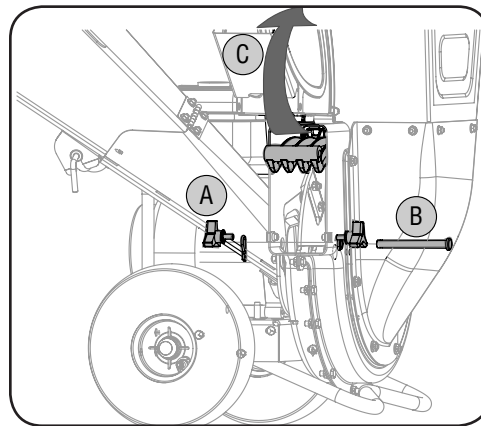

Figura 5-1
2. Si está instalada, retire la bolsa de residuos. Saque las dos perillas mariposa de ambos lados del deflector del canal y gírelo hacia arriba. Vea A en Figura 5-1.
3. Saque el broche de horquilla del pasador de horquilla que se extiende a través de la caja del motor y de la pantalla de la trituradora. Vea B en Figura 5-1. Saque el pasador de horquilla.
4. Pivote hacia arriba la pantalla de la trituradora. Vea C en Figura 5-1. Limpie los alrededores barriendo los residuos.
9. Saque el broche de horquilla del pasador de horquilla que se extiende a través de la caja del motor y de la pantalla de la trituradora. Vea B en Figura 5-1. Saque el pasador de horquilla.
10. Pivote hacia arriba la pantalla de la trituradora. Vea C en Figura 5-1. Limpie los alrededores barriendo los residuos.